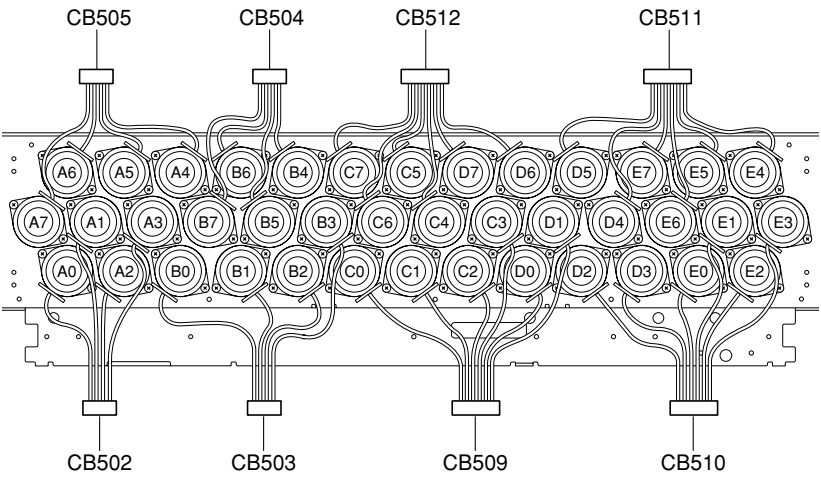

Fig. 10
- * Make sure that all the removed driver tweeter parts are reinstalled at specified positions. (Fig. 10)
- * 取り外したスピーカユニット(ツイーター)は、すべて決められた位置に取り付けてください。(Fig. 10)
Caution: Make sure that all the removed driver (tweeter) parts are reinstalled at specified positions. (Fig. 10)
注意： 取り外したスピーカーユニット(ツイーター)はすべて決められた位置に取り付けてください。(Fig. 10)